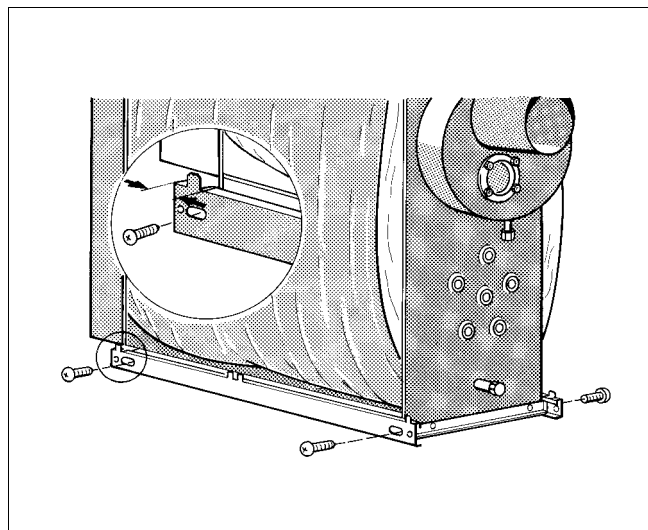

Fig. 11 Montaj manta
- Înșurubați mai larg marginea laterală dreapta și stânga jos la traversa din față și spate cu câte 2 șuruburi de tablă (Fig. 11).
Șuruburile din tablă vor fi strânse abia în timpul poziționării pereților laterali. Distanța dintre marginea din față și partea frontală a cazanului trebuie să fie de 38 mm (Fig. 11).